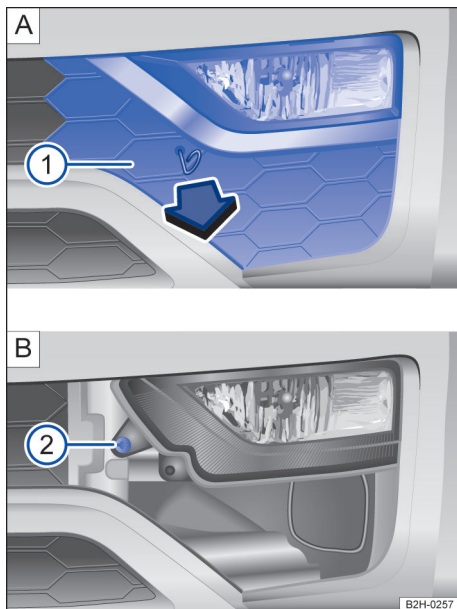
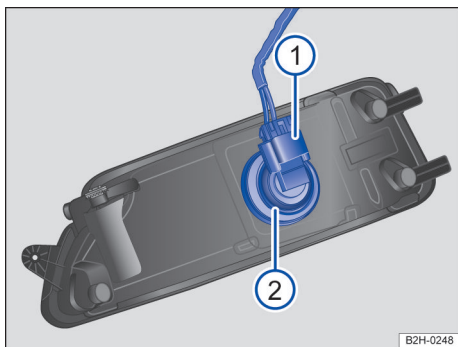

Fig. 147 No para-choque dianteiro à direita: desinstalar o farol.
Fig. 148 Substituir a lâmpada incandescente do farol.
→ Fig. 147 e → Fig. 148
- ① Observar e executar a lista de controle → Página 202.
- ② Retirar o gancho extrator das ferramentas de bordo e encaixar na abertura da cobertura → Fig. 147 A. Remover a cobertura ① A para frente no sentido da seta e, se for o caso, deixá-la suspensa cuidadosamente no cabo do sensor do auxílio de estacionamento.
- ③ Desaparafusar o parafuso de fixação → Fig. 147 B com a chave de fenda das ferramentas do veículo → Página 198.
- ④ Rebater o farol um pouco para frente e retirá-lo dos apoios laterais.
- ⑤ Destruavar e retirar o conector → Fig. 148 ①. ▶
- 6 Girar o suporte de lâmpadas na direção da seta até o batente no sentido anti-horário e retirar com a lâmpada incandescente → Fig. 148 ②.
- 9 Encaixar o conector → Fig. 148 ① no suporte da lâmpada ②. O conector deve encaixar audivelmente.
- 11 Apertar o parafuso de fixação → Fig. 147 ② B com a chave de fenda.
- 12 Encaixar a cobertura no para-choque → Fig. 147 ① A.